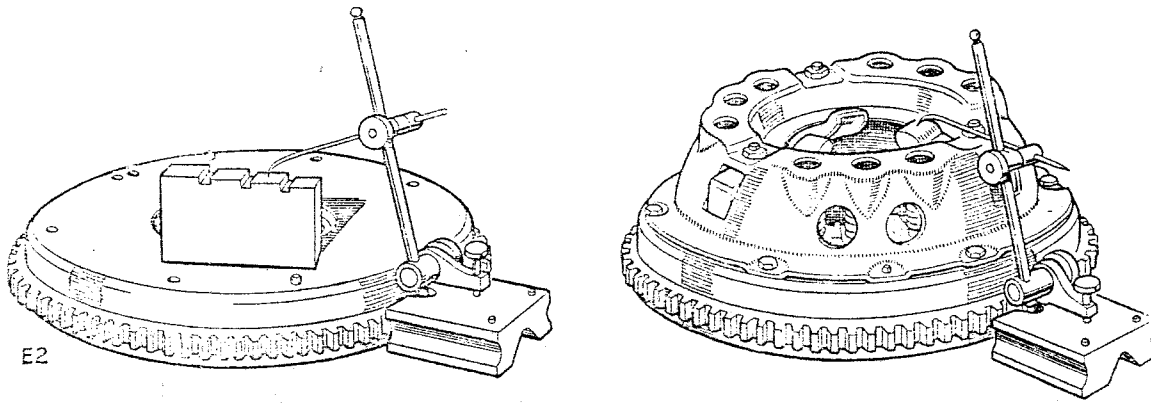

Fig. B-3—Ajuste de las palancas de funcionamiento.
1. El ajuste de las palancas del embrague se comprueba empleando unas piezas distanciadoras de 9,5 mm en lugar del plato conducido. Las palancas deberán ser ajustadas a una altura de 42 mm de la superficie de la rueda volante con una diferencia máxima de 0,25 mm en altura entre las tres palancas (Fig. B-3).